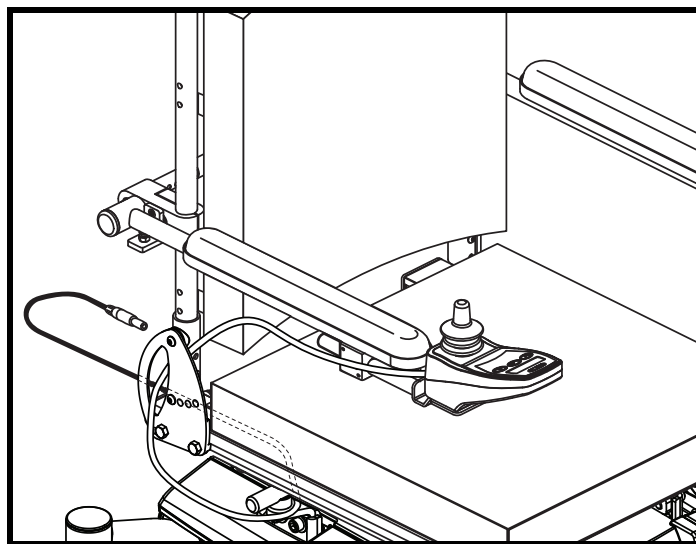

Figure 8. Câble sécurisé sur un siège Synergy
4. Installez le contrôleur et passez le câble vers l'arrière de la base motorisée. **Voir la figure 8 ou 9.**